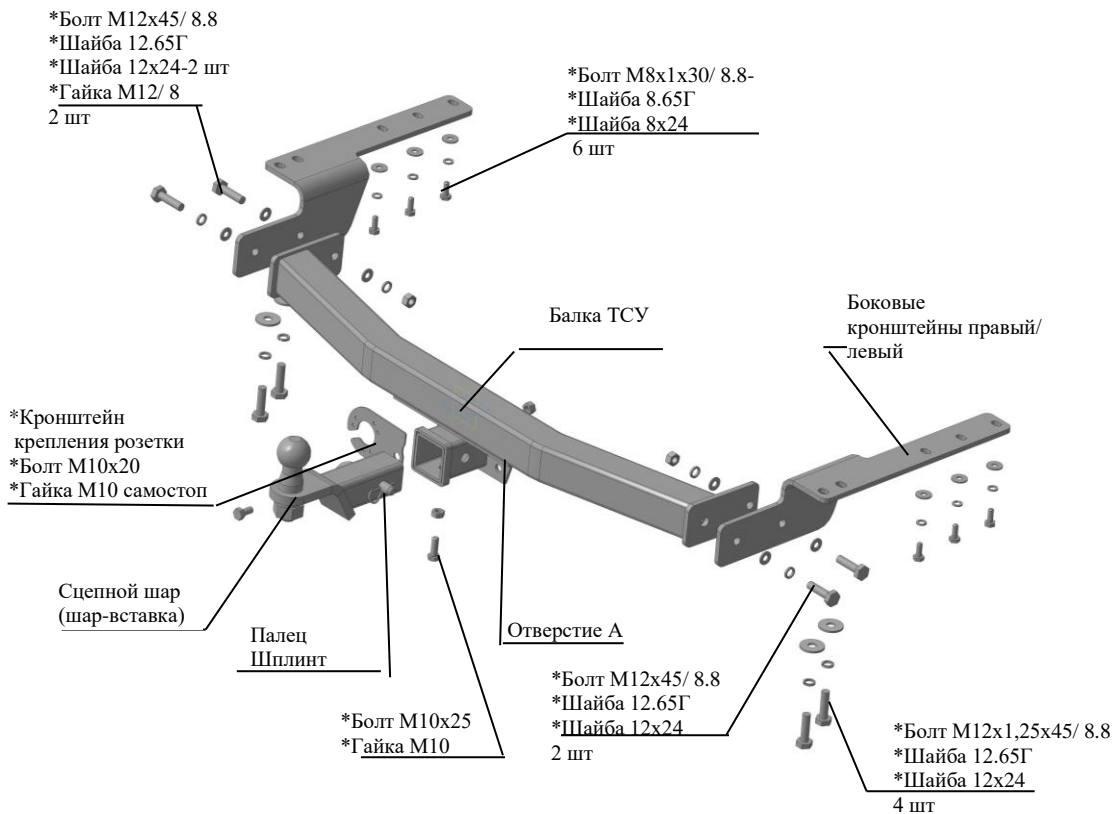

Рис.1 Тягово-цепное устройство 7811.
2.1 ТСУ 7811 в сборе (рис.1)	1 шт.
2.2 Пакет с комплектующими (см. рис.1)	1 шт.